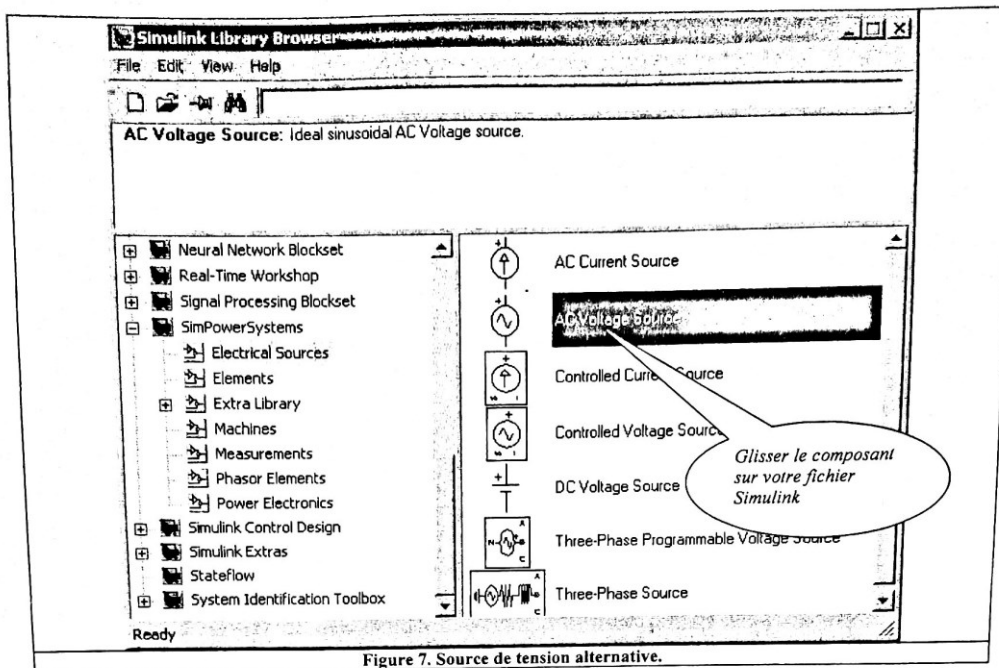

Figure 7. Source de tension alternative.
**Source de tension alternative (figure 7) :** Prendre l'icône « AC voltage Source » dans le menu « Electrical Sources » du « SimPowerSystems ». Les paramètres sont : Tension maximale « Peak Amplitude »  $V_m=170V$ , Fréquence « Frequency » :  $f=60\text{ Hz}$ , Phase : 0.